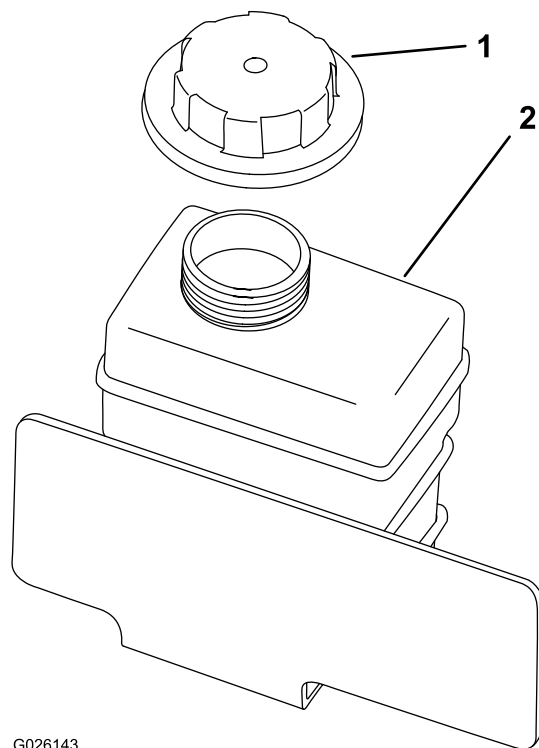

Figure 17
2. Vérifiez le niveau du liquide de refroidissement dans le vase d'expansion (Figure 17).